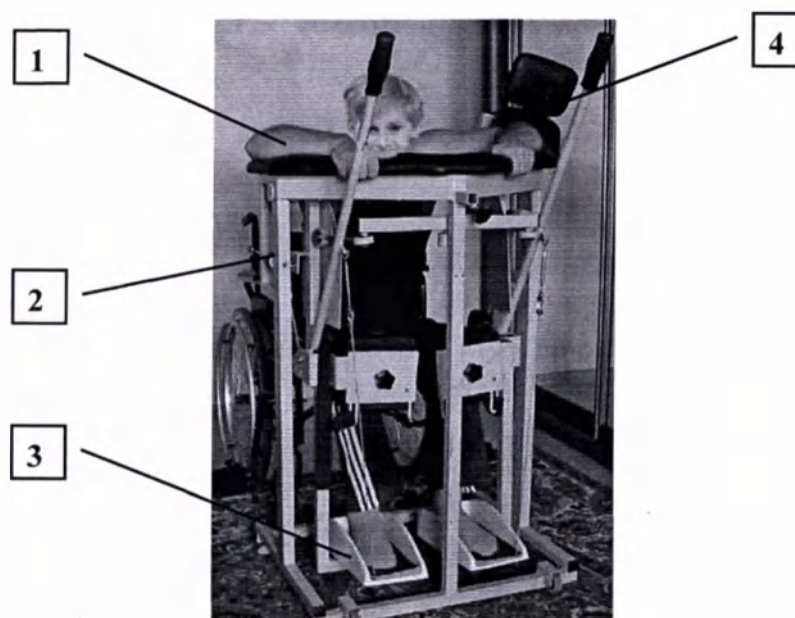
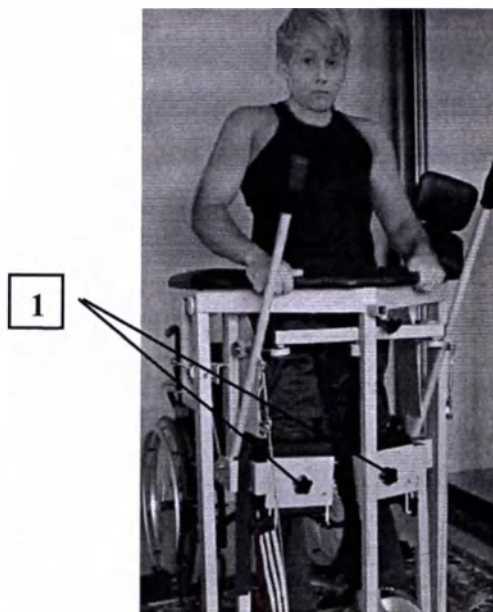

Рисунок 12 – Перемещение пациента из коляски на имитатор
Рисунок 14 – Принятие пациентом вертикального положения
7.1.1 Пациент на коляске подъезжает к имитатору сзади, лицом к изделию, см. Рисунок 12 поз.1.
7.1.3 Проверить положение фиксатора, который должен находиться в положении блокировки подвижной части, см. Рисунок 12 поз.2 и Рисунок 13.
7.1.4 Взявшись за неподвижные части рамы имитатора, см. Рисунок 12 поз.1, пациент находит удобное для себя положение и поочередно перекладывает ступни в подставки под ноги, см. Рисунок 12 поз.3, акцентируя упор пяток на задние области опор.
7.1.5 Затем, опершись правым предплечьем о стойку имитатора, см. Рисунок 12 поз.4, пациент подается корпусом вперед, упирая колени в коленопоры, см. Рисунок 14 поз.1, и с помощью сопровождающего лица фиксирует колени ремнями крепления, после чего принимает вертикальное положение, см. Рисунок 14.